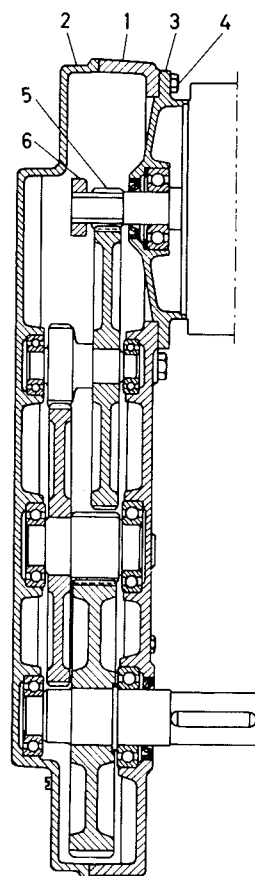

Fig. 7. Kuggväxel
Kuggväxelhuset fig. 7 består av två halvor (1) och (2), hopskruvade från motorsidan. Tätningsskanterna är bestyckade med tätningssmassa Guriseal (massa 1236 0012-203). Även skruvarna är tätade med denna massa. Motorn är försedd med fläns (3) och är fastskruvad vid växellådan. Växellådans båda halvor styrs mot varandra medelst fyra styrringar. TMF 1, 2 och 3 har treplansväxel och TMF 5 och 8 har fyrplans. Samtliga kugghjul är tillverkade av härdat stål och har snedskurna